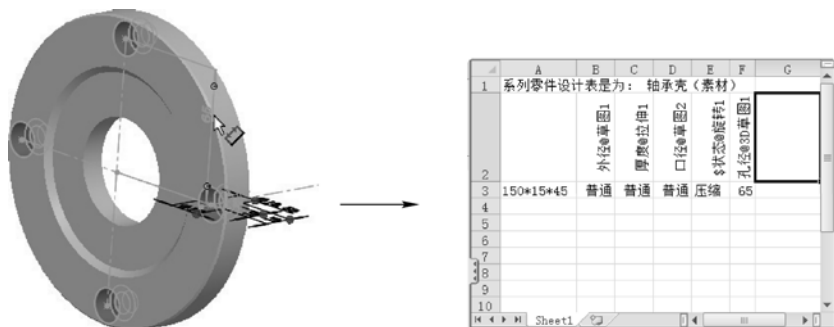

图 1-19 选择未加入的尺寸
STEP 6 双击上面操作中未添加的需要在表格中进行设置的尺寸项——“孔径”，将其添加到表格中，如图 1-19 所示。